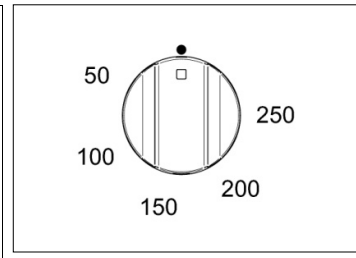
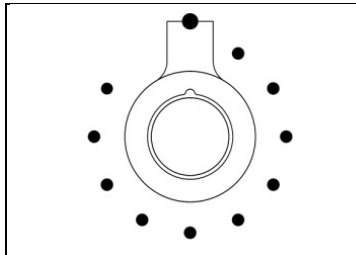

Fig 29A
Fig 30
**2** Ruotare la manopola della temperatura (**Fig.29A-29B** e **Fig.30** solo per modello PRO T) in senso orario per selezionare la temperatura desiderata. La luce arancione si spegne una volta che il forno ha raggiunto la temperatura scelta ed è pronto per l'uso. E' normale che questa luce si spenga e si accenda durante la cottura così che gli elementi mantengano costante la temperatura (Il funzionamento del forno è indicato dal display del programmatore solo per la versione PRO T).